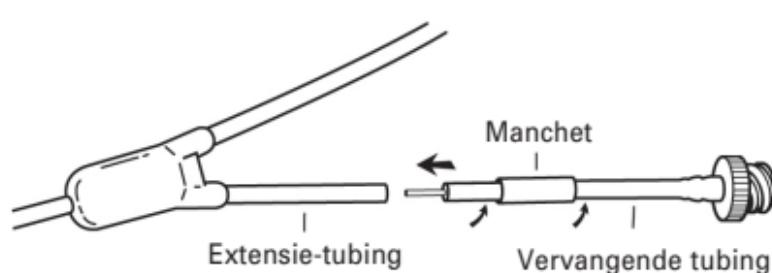

Fig. 12
3. Het uiteinde van de vervangende tubing bevat een voorge-laden metalen canule. Breng de metalen canule met een draaiende beweging in de extensie-tubing totdat de vervangende tubing op ongeveer 2-3 mm van de extensie-tubing ligt (fig. 12).